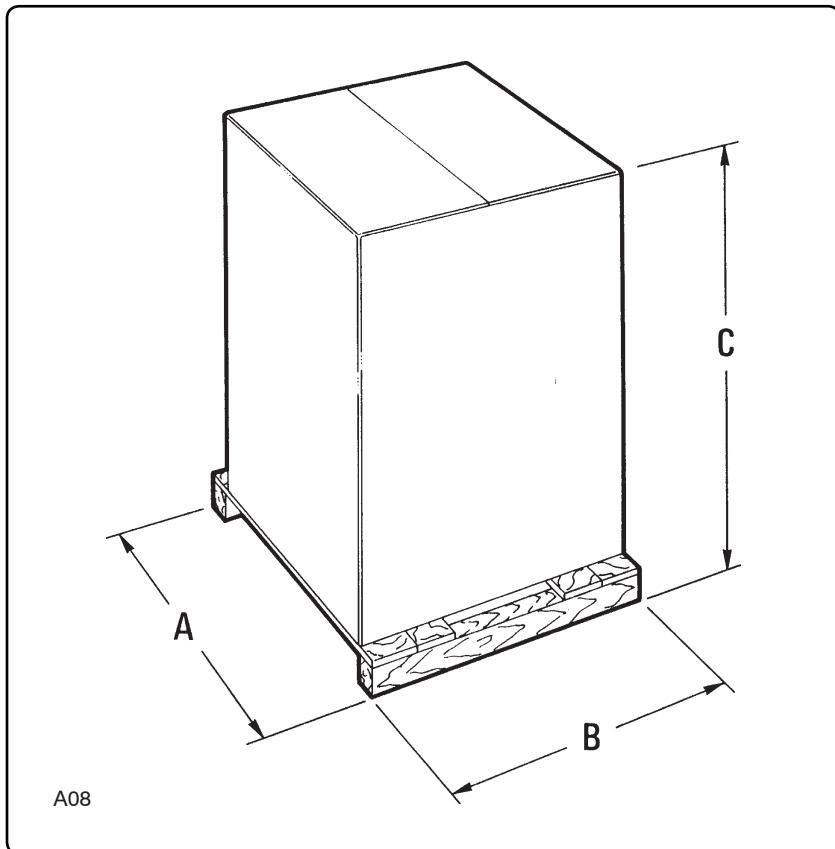

Fig. 3.3.1
In altri casi viene fissato ad un bancale e ricoperto da un cartone. Vedi fig. 3.3.1.
*In other cases, it is fixed to a pallet and covered with cardboard. See fig. 3.3.1.*
En otros casos se fija a un pallet recubierto de cartón. Ver fig. 3.3.1.
*In andere gevallen wordt de machine op een pallet bevestigd en in een kartonnen doos verpakt volgens afbeelding 3.3.1.*
#### 3.3 - Pesie dimensioni delle macchine imballate (fig. 3.3.1)
#### 3.3 - Weights and dimensions of the packed machines (fig. 3.3.1)
#### 3.3 - Pesos y dimensiones de las máquinas embaladas (fig. 3.3.1)
#### 3.3 - Gewichten en afmetingen van de verpakte machines (Afb. 3.3.1)